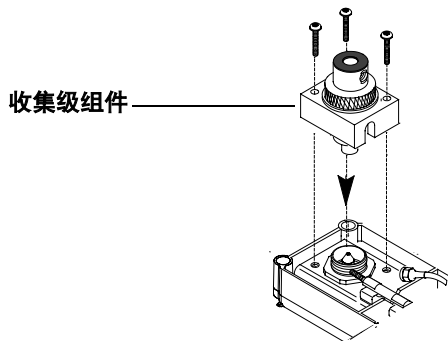

图 86 安装收集极组件
- 2 把收集极组件安装回原处。依次拧紧三个螺丝钉（每个螺丝钉每次拧少许）以固定收集极底组件（图 86）。